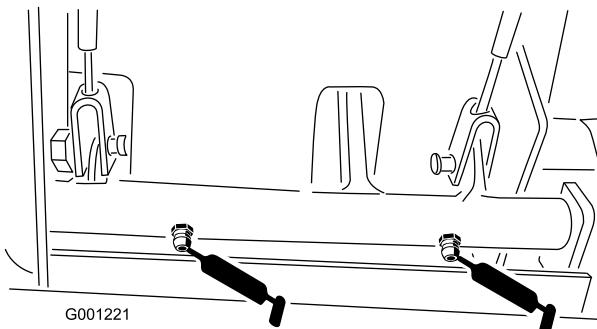

Figura 39
- Casquilhos da articulação dos travões (Figura 39)
- Cabos dos travões (rodas e extremidades dos pedais dos travões) (Figura 39)